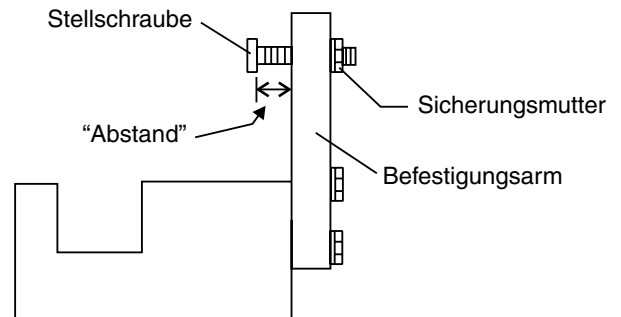

Abbildung 37. Einstellwerkzeug des Glättarms (Seitenansicht)
1. Positionieren des Einstellwerkzeug des Glättarms (Abbildung 37) Teile-Nr. 9177.